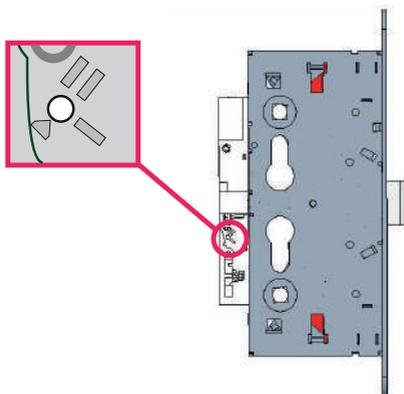

Figura 2: foro per la temporizzazione
- Inserire un cacciavite a taglio da 2 mm nel foro mostrato in figura 2;